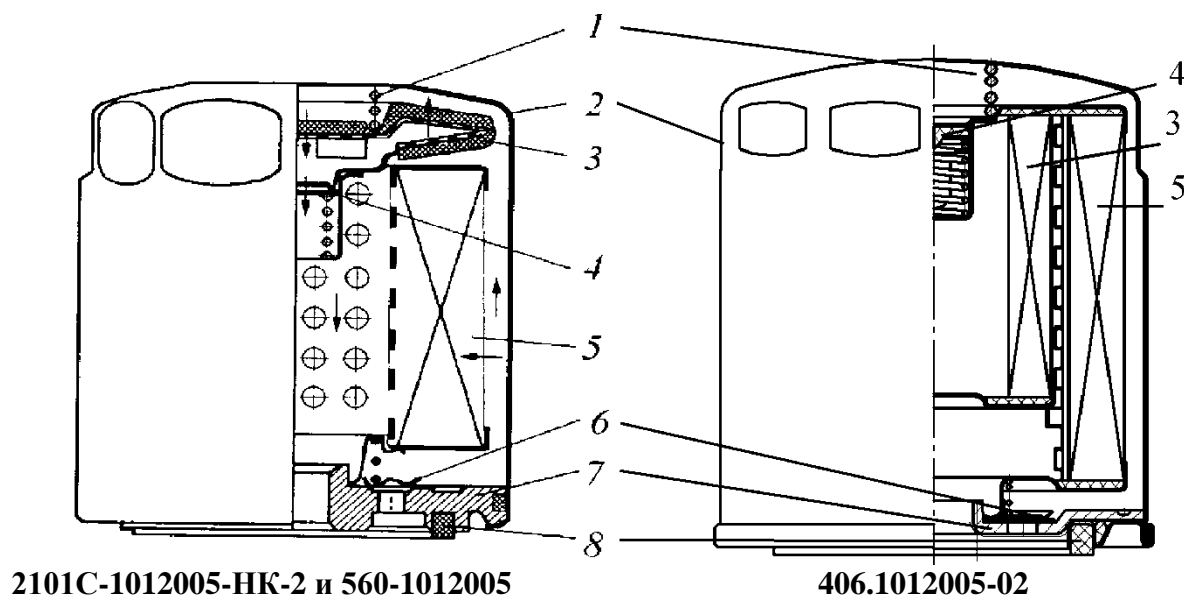

Рис.41. Масляный фильтр:
**Фильтр очистки масла (рис.41)** – 3Ф ООО «УАЗ» на период обкатки автомобиля до проведения ТО-0 на двигатель устанавливает технологический полнопоточный масляный фильтр (406.1012005-02 ф. «ИННА», г. С-Петербург), рассчитанный только на период обкатки двигателя и при проведении ТО-0 технологический масляный фильтр (406.1012005-02) должен быть заменен на один из следующих масляных фильтров 2101С-1012005-НК-2 (для а/м УАЗ-315148) или 560-1012005 (для а/м УАЗ-31638, 23638, 23608) ф. «КОЛАН», г. Полтава, Украина, либо на W940 (УАЗ-31638, 23638, 23608) W930/21 (УАЗ-315148) MANN+HUMMEL.